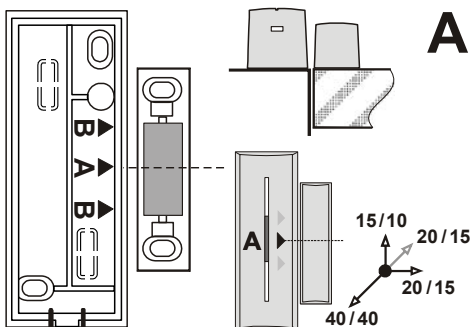
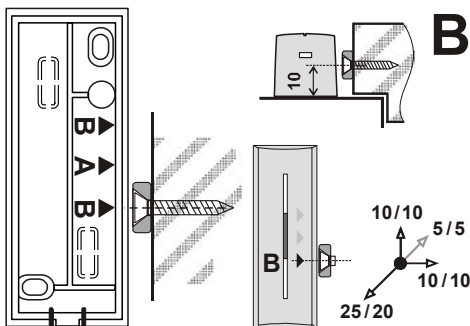

fig. 5
fig. 6
- Přišroubujte magnet na pohyblivou část dveří (okna). Magnet v plastovém pouzdře umístíte středem pouzdra proti šípce A, prstencový magnet musí být proti šípce B. Vzdálenost magnetu od vysílací části má být při zavřených dveřích co nejménší. Vzdálenost pro aktivaci při oddálení magnetu ve všech osách a pro nemagnetický / magnetický montážní podklad jsou uvedeny v obrázku fig. 5 a fig. 6. *Pozn. Pro výškové nastavení A magnetu použijte dodanou podložku.*
Typická rozptýlená/spínací vzdálenost	fig. 5 a fig. 6